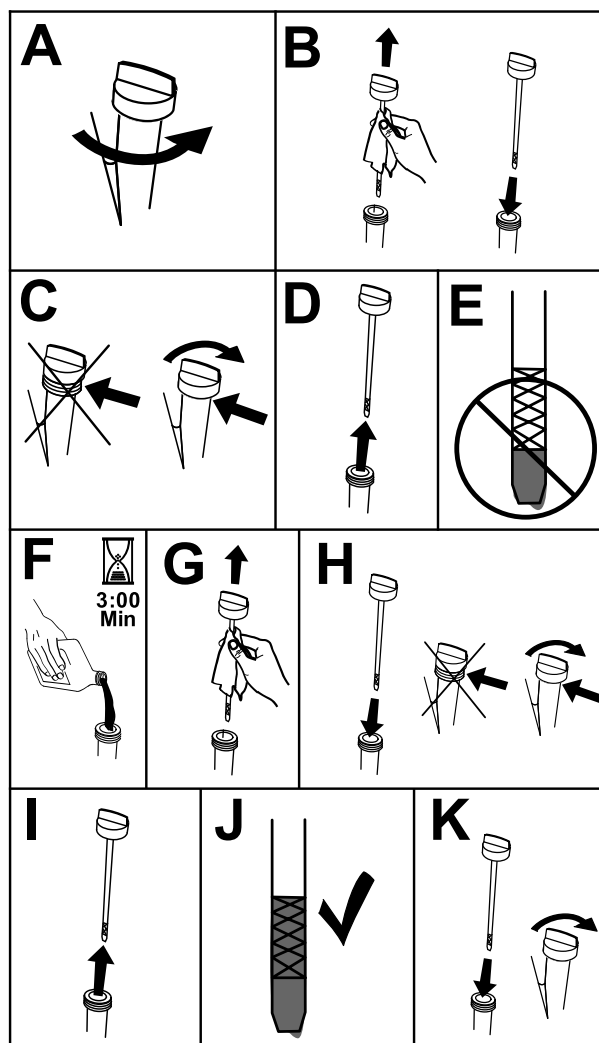

Figure 42
3. Pour éviter de faire tomber des déchets d'herbe, des saletés, etc., dans le moteur, nettoyez la surface autour du bouchon de remplissage-jauge d'huile avant de le retirer (Figure 42).